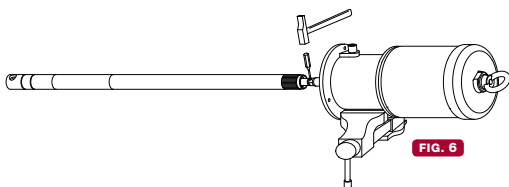

FIG. 6
- 2. Remove the pin (51) (fig. 6) and unscrew the rod (52) until it is loose.
- 2. Avlägsna låspinne (51) (fig. 6) och skruva bort kolvstång (52) helt.
- 2. Entfernen Sie den Stift (51) (Fig.6) und schrauben Sie die Kolbenstange ganz heraus.